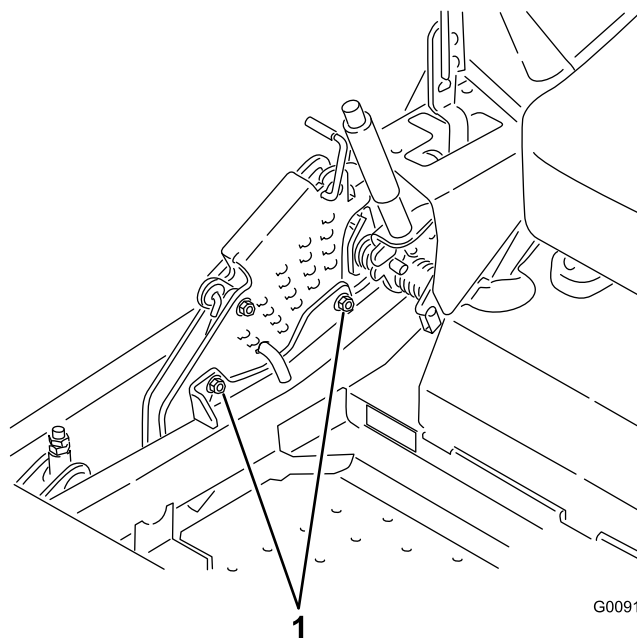

Figura 93
11. Para ajustar el sistema de ajuste de un solo punto, afloje los 2 pernos situados cerca del borde inferior de la pletina de altura de corte (Figura 93).
13. Apriete los 2 pernos en el borde inferior de la pletina de altura de corte (Figura 93).